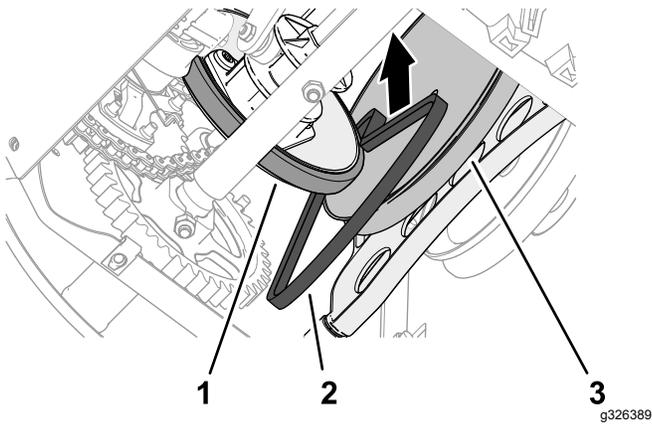

Figura 49
1. Coloque la correa de tracción entre la rueda de fricción y la polea de tracción, e introdúzcala en la máquina (Figura 49).